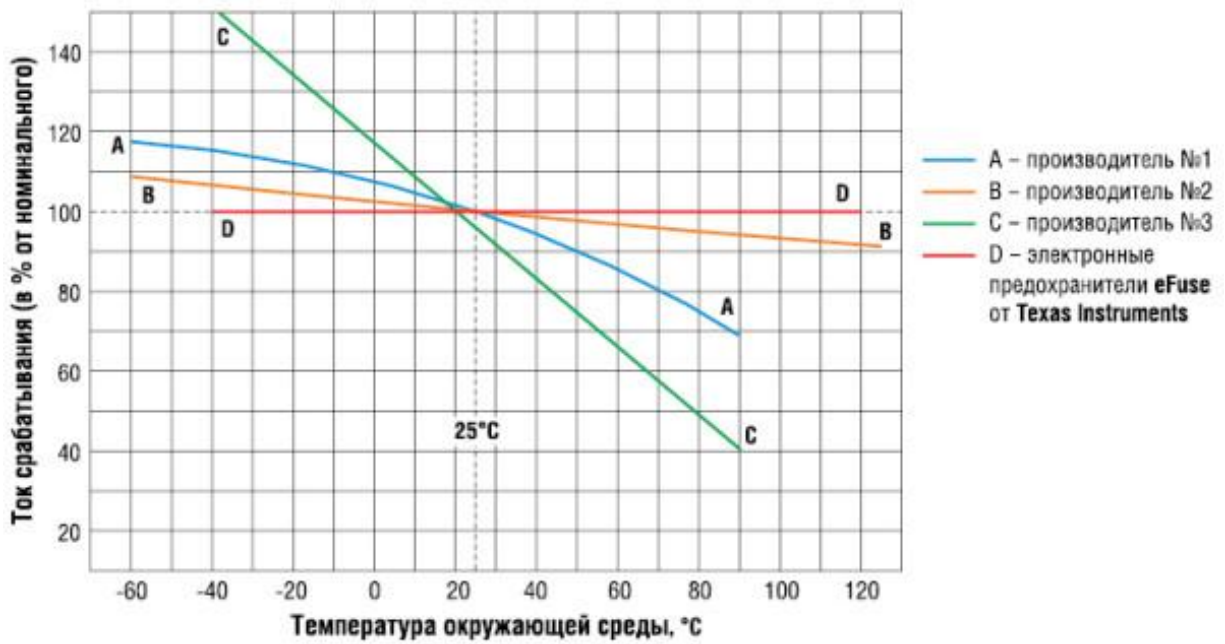

Рис. 2. Зависимость тока срабатывания самовосстанавливающихся предохранителей от температуры
- Значительная зависимость тока срабатывания от температуры окружающей среды (см. рисунок 2). Порог срабатывания одного и того же предохранителя может колебаться в диапазоне от 40 до 140% от номинального тока, в зависимости от температуры (кривая С на рисунке 2).